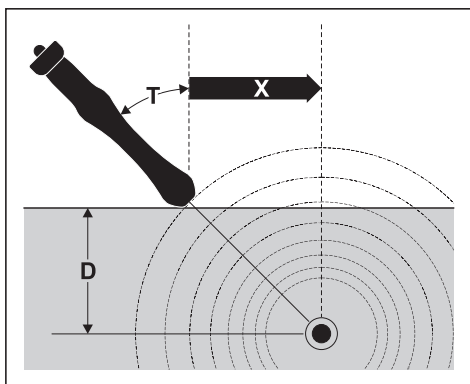

Fig. 22: Determinación de la profundidad de descentrado mediante triangulación
- b) Inclíne el receptor en un ángulo T entre 10° y 60° (fig. 22).